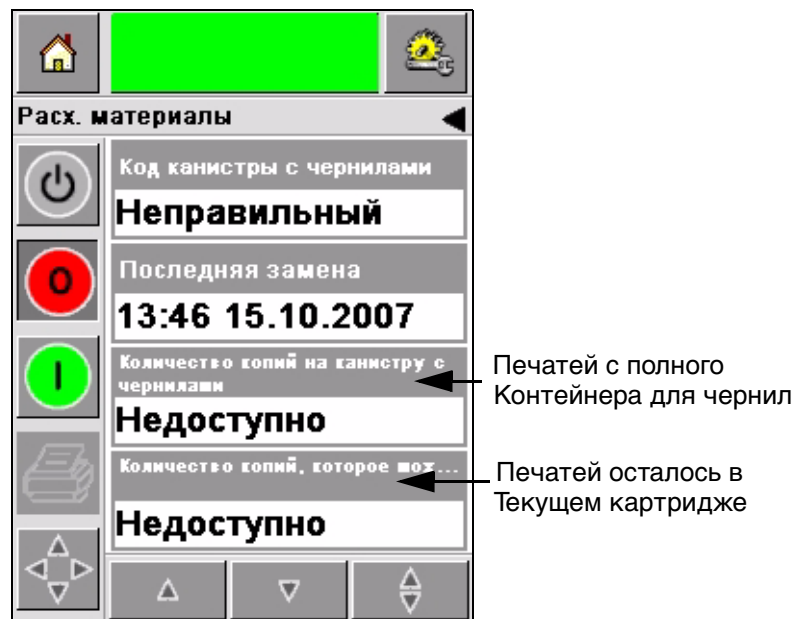

Рисунок 4-14: Количество печатей
- 1 Коснитесь *Consumables* участка на экране *Домашней страницы* во время статуса *Running* (Рисунок 4-13). Экран *Consumables* (*Расходные материалы*), который показывает число печатей, (Рисунок 4-14 на странице 4-12) появится.